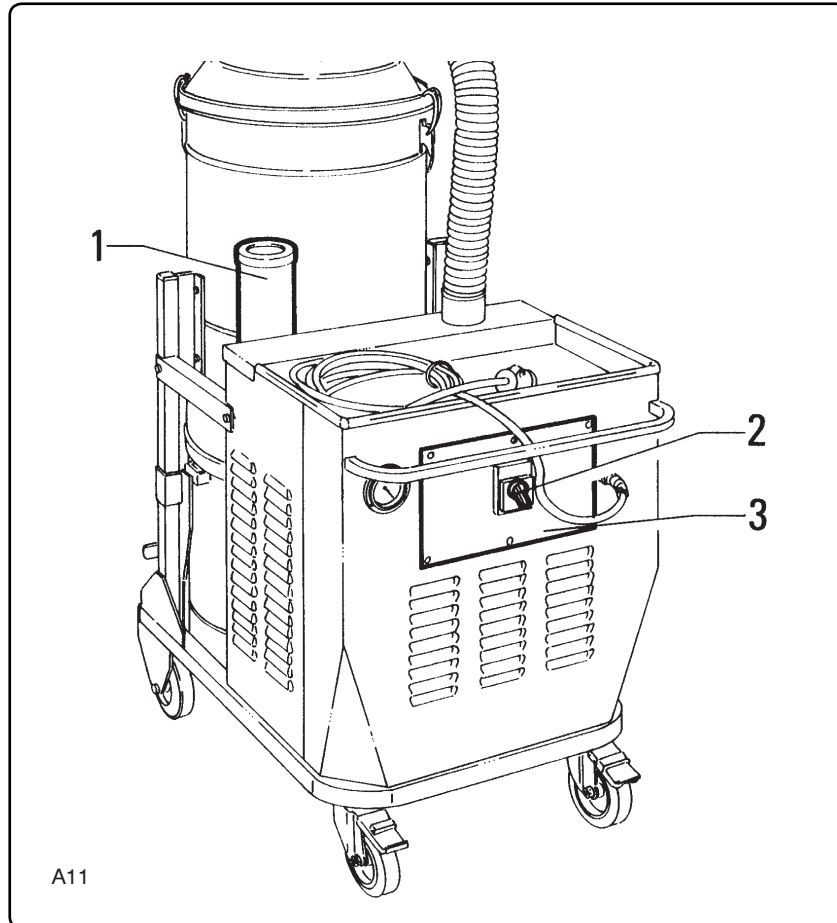

Fig. 3.6.1
3.6 - Verifica corretto allacciamento elettrico (fig. 3.6.1)
3.6 - Checking that the electrical connections are correct (fig. 3.6.1)
3.6 - Vérification du raccordement électrique (fig. 3.6.1)
3.6 - Prüfung des korrekten elektrischen Anschlusses (Abb. 3.6.1)